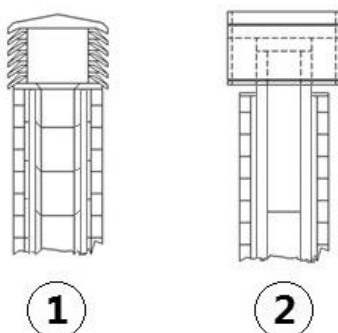

Fig. 5 - Extremos de chimenea antiviento
- AK. Controlar rigurosamente que haya sido instalada una cumbrera o sombrero anti viento **Fig. 5** según las normas vigentes. Del terminal, cumbrera o sombrero adecuado dependerá en gran medida la correcta evacuación de los humos y previene muchos problemas de instalación.
- Conducto de ventilación externo realizado enteramente en tubos inox aislados o sea con pared doble de mínimo Ø100/120 mm: todas las partes son bien ancladas al muro, con el extremo de chimenea antiviento (véase Fig. 5).